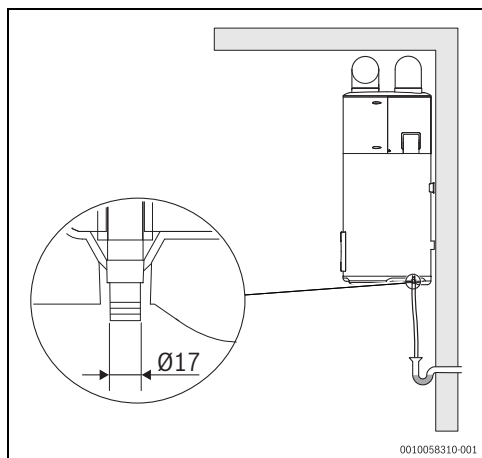

Fig. 21 Ligação da drenagem de condensados
- Ligar uma tubagem flexível Ø 17mm (Fig. 21).